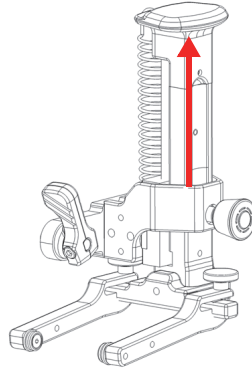

Figura 3-4 Deslizamento do trilho para a posição de travamento
9. Para facilitar a instalação, levante os suportes da sonda, deslizando o trilho do SLA até que ele atinja a posição travada (Figura 3-4 na página 65).